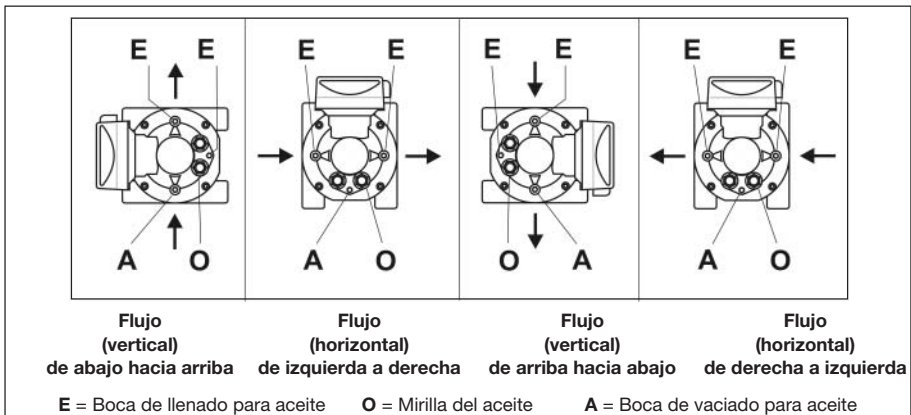

Figura 6: Posiciones de utilización permisibles, llenado del aceite e indicador del nivel de aceite en **tipo RVG**
- Se dispone de tres orificios para el llenado o vaciado del aceite y de dos mirillas de aceite en la cara delantera y (opcional) en la cara trasera del contador (figura 6).
- Desenrosque el tornillo de entrada (E, figura 6) en la tapa delantera del cuerpo.
- Retire un tornillo de entrada (E) en la tapa trasera del cuerpo, así podrá fluir mejor el aceite en la cámara de aceite trasera.